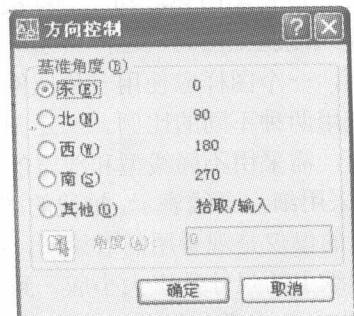

图 1-10 “方向控制”对话框
(3) 在“图形单位”对话框中，选择“长度”类型为“小数”，精度单位为小数点后零位。“角度”类型为“十进制度数”，精度为小数点后一位，角度默认正方向为逆时针方向。在“插入比例”下拉列表框中选“毫米”。
(4) 单击 **方向①...** 按钮，弹出“方向控制”对话框（如图 1-10 所示），选择基准角度为正东方向 0° 。
(5) 单击 **确定** 按钮返回到“图形单位”对话框，再单击 **确定** 按钮完成图形单位的设置。